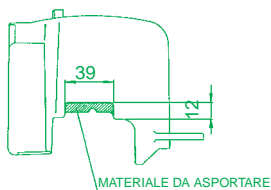

Fig. 1
- Inserire la guarnizione di testa (9) e la testa originale pulita da eventuali depositi carboniosi, sui prigionieri fino a battuta col cilindro.
- Montare la cuffia sul cilindro (modificata come indicato in Fig. 1), il convogliatore e la nuova candela (vedi sezione "Consigli importanti").